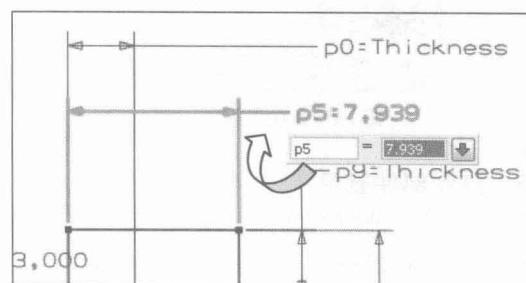

图 1.7 编辑草图尺寸
(2) 修改草图尺寸（如图 1.7 所示）：选择【首选项 (Preferences)】/【草图 (Sketch)】命令→在“文本高度 (Text Height)”区域输入 3→OK；双击尺寸“p5=7.939”→输入新的数值 8.5→<Enter>。同理，修改尺寸“p7=20”。